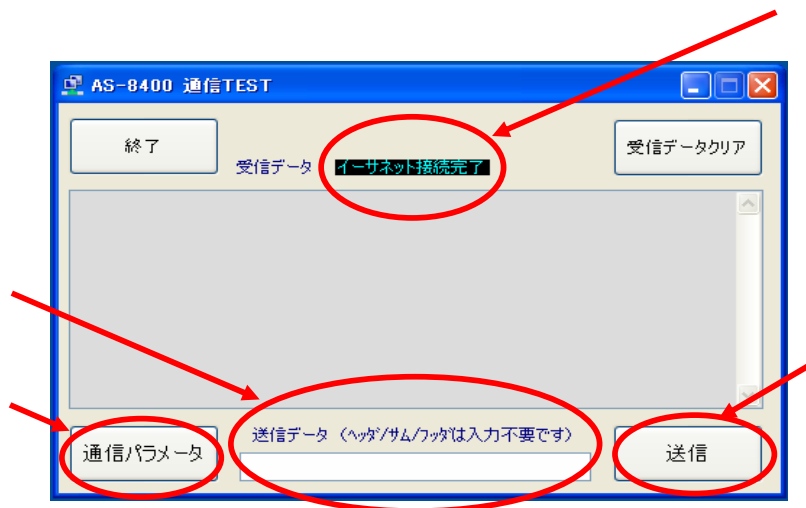

図4
ソフトが立ち上がります。(図4)
2. 「通信パラメータ」をクリックします。(図4)
4. 「イーサネット接続完了」と表示されていることを確認します。(図4)
1. PC通信コマンド(AS-8400ユーザーズマニュアル 付録 - 2)を送信データ欄(図4)に入力します。この時、「PC通信ソフト」使用時は「ヘッダ(#)」、「サム(数値)」を付ける必要はありません。(「送信」ボタンを押すと「ヘッダ(#)」と「サム(数値)(表示されません)」は自動的につけられます)
2. 「送信」をクリックします。(図4)